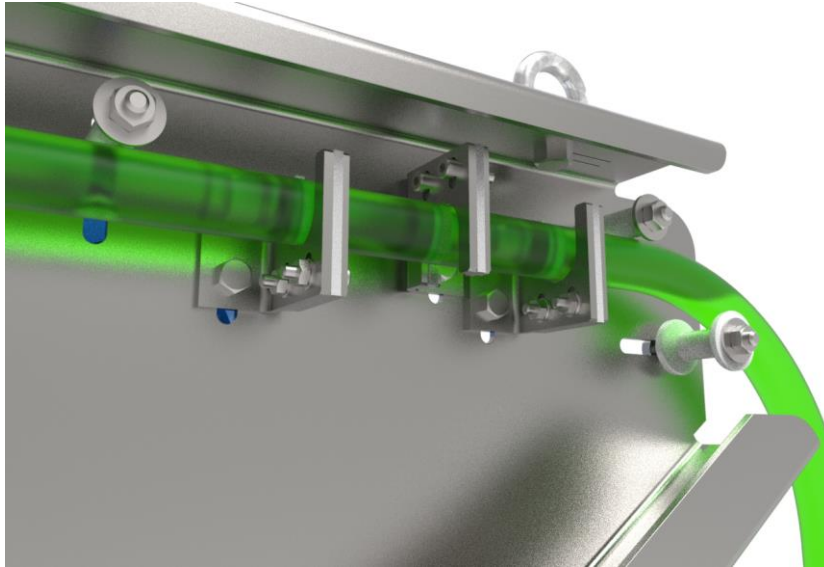

Рис.5. Установка коллектора в нефтесъемники.
6.5. Пропустите коллектор через съемники (Рис.5).